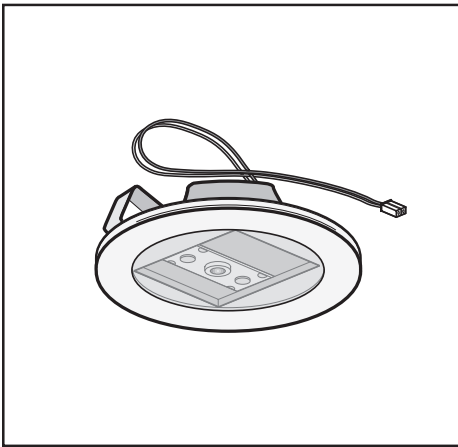

Fig.20
• **Byte av LED-lamporna (Fig.20):**